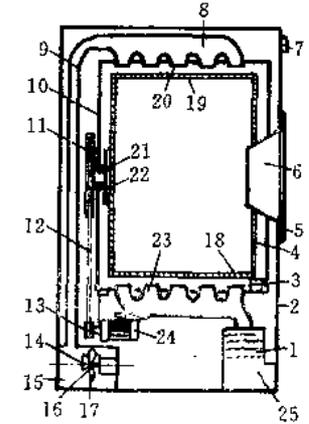

图 1 一般干衣机结构
一般干衣机结构见图 1 所示。该结构是：在外箱体②的前面有一窗口，由门⑤关闭。控制板⑦安装在外箱体②前面的上端。带有金属丝网⑭的排气口位于外箱体②后的内侧，并与抽风室⑮相通。内桶④有很多孔眼⑩均匀地与内箱体表面⑪相接。门⑤应和外箱体②前方的窗很好地配合，以能方便地放入和取出衣料。水平布置的轴⑫，其一端与内桶④的墙板⑲同轴地紧固；另一端与皮带轮⑬紧固。内桶旋转的支承，是安装在内箱体⑩的后侧板上。内箱体⑩前窗口，内桶④的开口处及外箱体②的窗口，三者均与门⑤相配合。皮带轮⑬由电机⑲驱动。电机⑲固装在内箱体⑩下方。支承轮③固装在水平轴⑫上，而水平轴的另一端则安装在内箱体⑩上，以便内桶旋转时起支撑作用。喷管⑳和吸管㉑与内桶圆柱表面贴近，它们的喷口和吸口均正交相对，并分别装于内桶的对侧。喷管㉑与加热室㉒接通。风扇⑰由电机驱动。